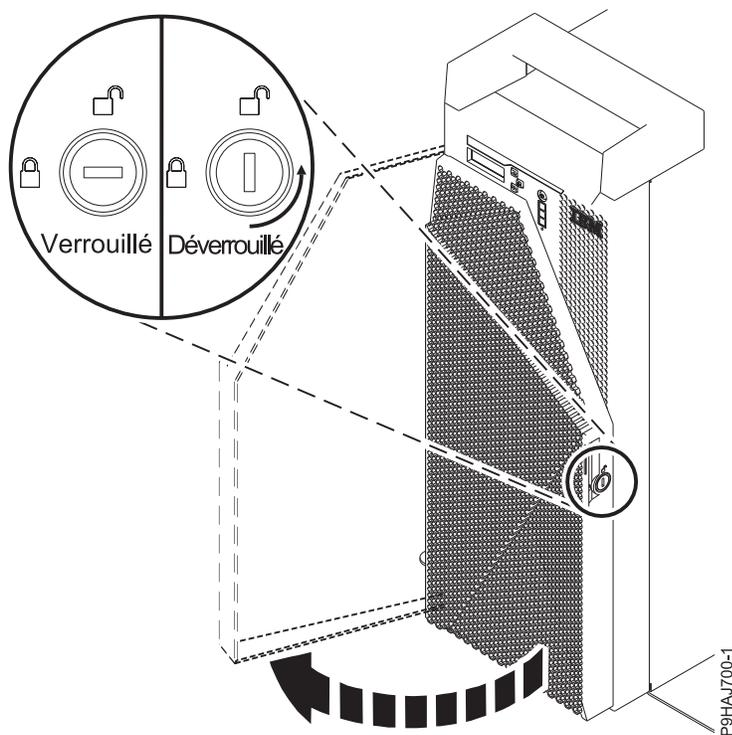

Figure 39. Déverrouillage du volet avant
1. Insérez la clé du volet avant dans le verrou, comme illustré dans la figure 39, à la page 63. Tournez la clé vers la gauche (dans le sens contraire des aiguilles d'une montre) afin de déverrouiller le volet. Horizontal correspond à la position verrouillée ; vertical correspond à la position déverrouillée. Ouvrez le volet avant.